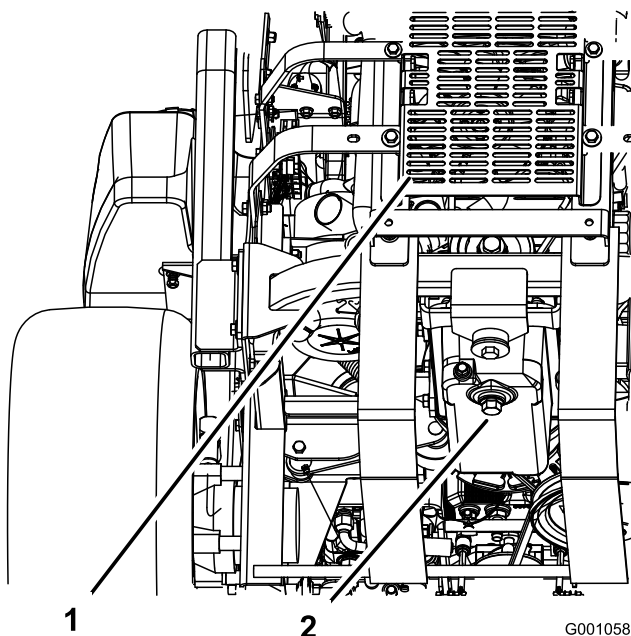

Figure 44
5. Placez un bac de vidange sous l'orifice de vidange. Retirez le bouchon de vidange et laissez s'écouler toute l'huile (Figure 44).